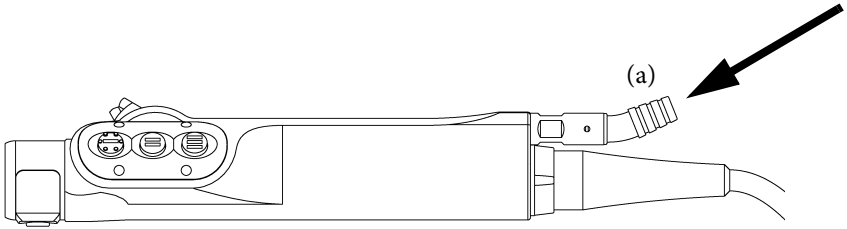

Figura 5: Ligar o tubo de sucção
1. Ligue um tubo de sucção à ficha (a) do tubo de sucção localizada na peça manual (ver Figura 5). O tubo deve cobrir todas as linhas de junção na ficha.